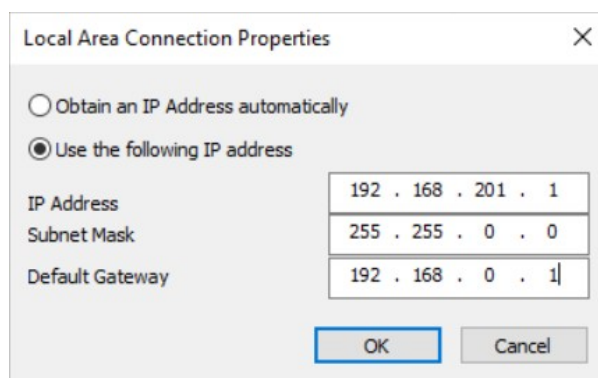

Рис. 25: Окно «Свойства локального соединения»
4. Чтобы открыть сетевые параметры устройства, выберите его в таблице и нажмите  **Настройки сети (Network settings)**. Откроется окно *Свойства локального соединения (Local Area Connection Properties)* (Рис. 25):